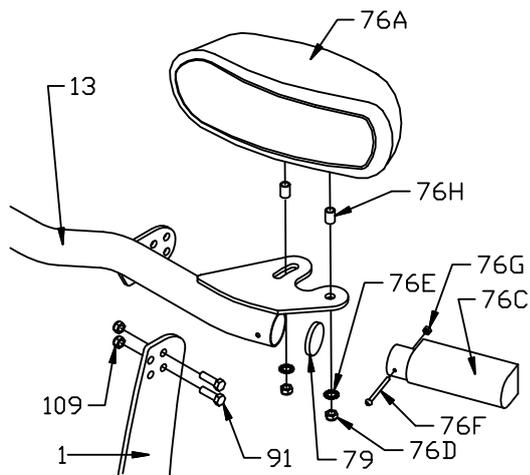

Bild 11. Scheinwerfer Montage
19. Schrauben Sie den Scheinwerfer der Fahrerseite (76A) auf den Lichtträger (13) mit zwei Hülsen (76H), 1/2" Muttern (76D) und 1/2" Sicherungsscheiben (76E) wie in Bild 11.